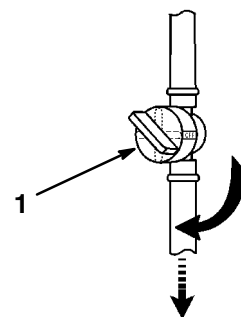

Figure 8
1. Ouvrir le robinet d'essence (Fig. 8) placé entre le réservoir et le moteur. La manette doit être parallèle au conduit d'alimentation.